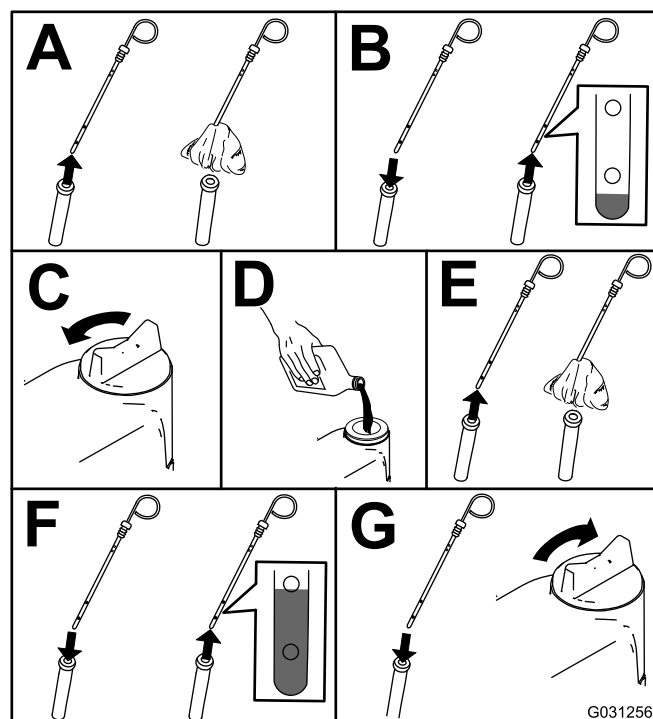

Figure 30
4. Contrôlez le niveau d'huile moteur, comme montré à la Figure 30.